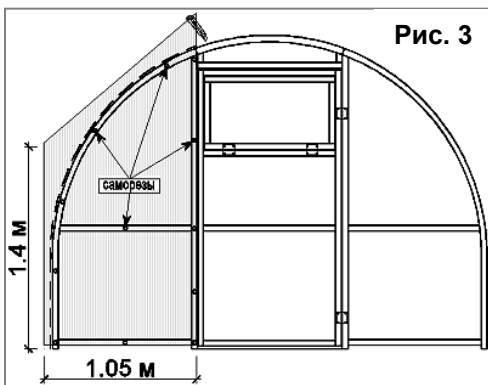

Рис. 3
5.2.4. Сложете поликарбоната във вид на трапец върху лявата част на челния панел, както е показано на (рис.3), изравнете го от всички страни и го закрепете със самонарезните винтове (поз.19) съгласно направените отвори. Отрежете излишния поликарбонат по дъгата.